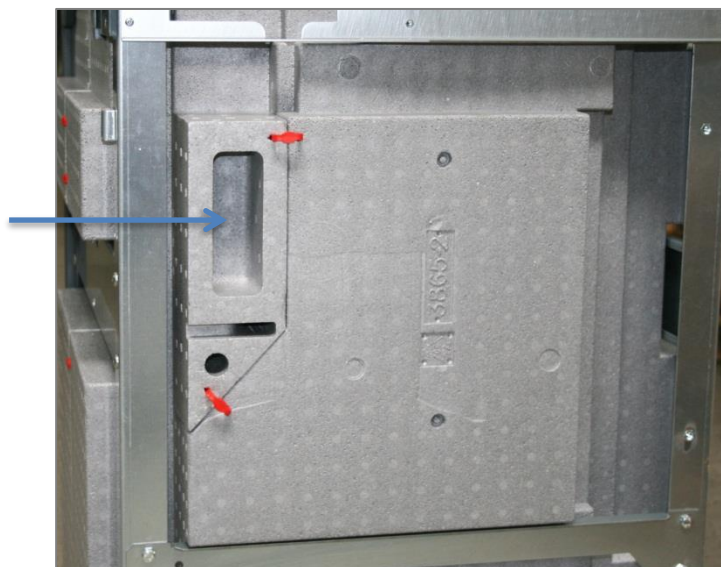

Abbildung 11: Entfernen Sie diesen Isolierblock (siehe Pfeil)
- Entfernen Sie die Isolierung am Speicher (400 V Gerät), siehe Abbildung 11.